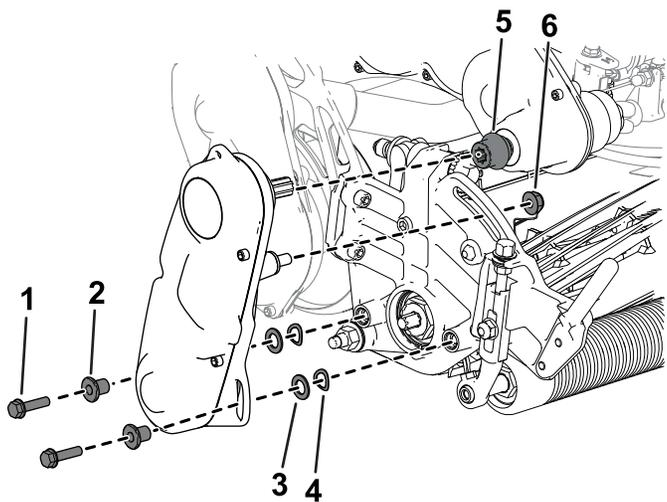

Figure 35
- Fixez le système d'entraînement du cylindre à la plaque latérale de l'unité de coupe à l'aide des vis à tête creuse, des rondelles et des entretoises retirées précédemment (Figure 35).
Vérifiez que l'arbre d'entraînement de cylindre est bien installé sur le coupleur de l'arbre de transmission (Figure 35).